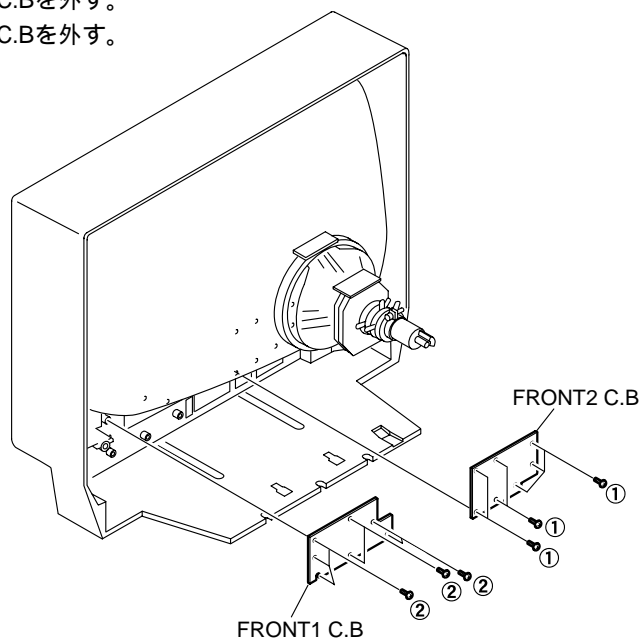

Fig. 7-1
7. FRONT1 C.B、FRONT2 C.Bの外し方 (Fig.7-1参照)